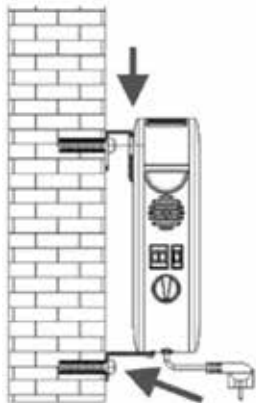

Abb. 7
- Das Gerät hängen Sie auf die Aufhängehaken in der Wand auf und die unteren Distanzstützen befestigen Sie mit Hilfe der Holzschrauben in die Bohrlöcher in der Wand (Abb. 7).